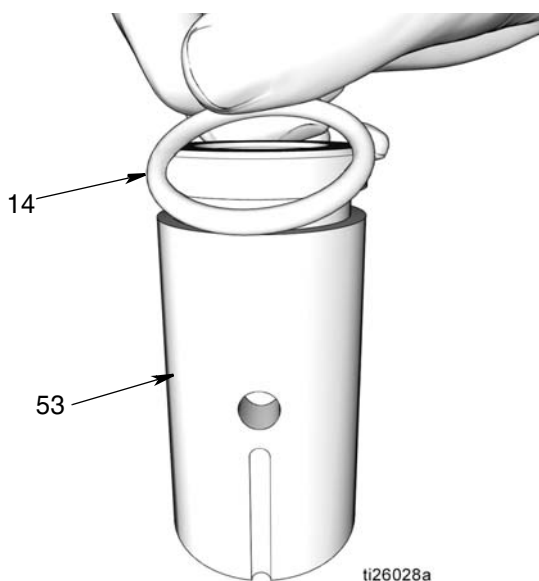

FIG. 40
- a. Utiliser un chiffon propre pour essuyer le manchon de l'élément de pompe (53) et supprimer toute saleté ou tout contaminant. Examiner la surface et rechercher d'éventuels rayures ou dégâts.
- b. Appliquer une mince couche de graisse sur le joint torique (14). Monter le joint torique sur le manchon de l'élément de pompe (53) (FIG. 40).